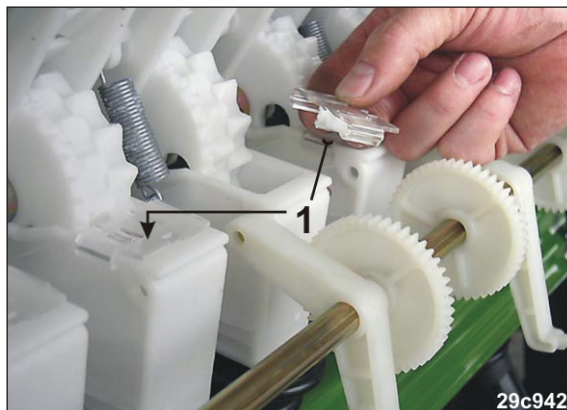

Fig. 246
2. Markér nye køresporsåhjul ved at sætte finsåhjulsbørster (Fig. 246/1) på de nye køresporsåhuse.